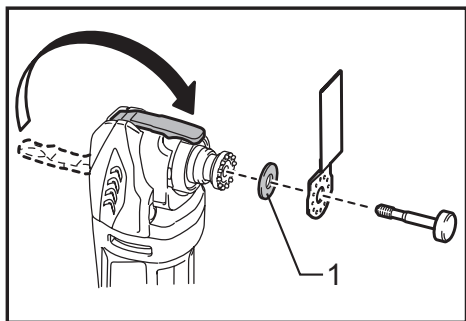

Fig.10
► Рис.10: 1. Держатель насадок для отвертки 2. Насадка для отвертки